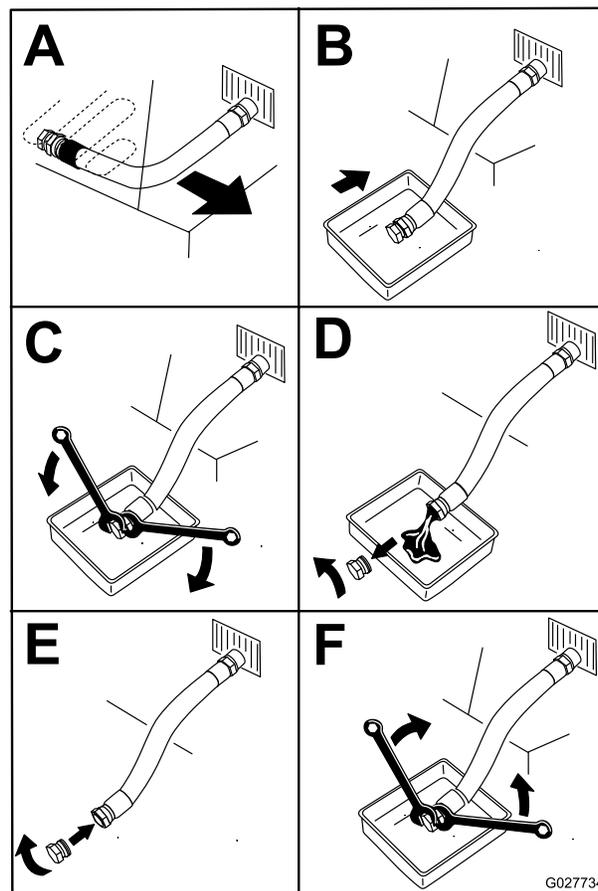

Figure 55
4. Avant de quitter la position d'utilisation, coupez le moteur, retirez la clé de contact et attendez l'arrêt complet de toutes les pièces mobiles (Figure 55).